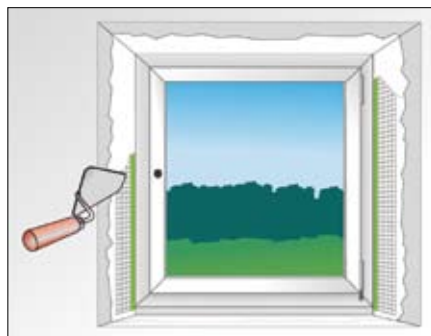

Fig. 11: afwerken en gladstrijken
- Werk de aangebrachte pleisterkalk af door ze glad te strijken (fig. 11).